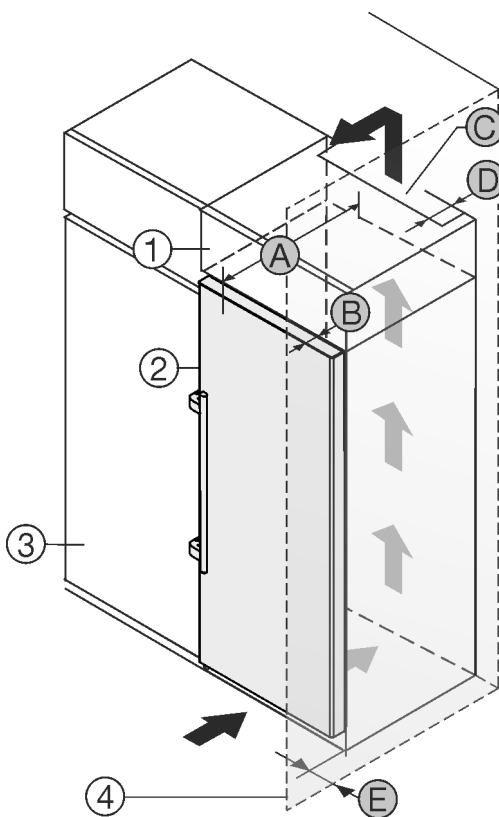

Fig. 1
Zariadenie môžete inštalovať priamo vedľa kuchynskej skrine Fig. 1 (3).
Na zadnej strane nadstavnej skrine musí byť vetracia šachta s hĺbkou Fig. 1 (D) cez celú šírku nadstavnej skrine.
Pod stropom miestnosti sa musí dodržať prierez vetracieho otvoru Fig. 1 (C).
Ak zariadenie nainštalujete so závesmi vedľa steny Fig. 1 (4), tak vzdialenosť medzi zariadením a stenou musí byť minimálne 57 mm. To zodpovedá presahu držadla pri otvorených dverách.
Aby ste mohli dvere úplne otvoriť, zariadenie musí vyčnievať o hĺbku dverí Fig. 1 (B) prednej časti kuchynskej skrine. V závislosti od hĺbky kuchynských skriň Fig. 1 (3) a použitia dištančných držiakov na stenu môže zariadenie prečnievať ešte viac.